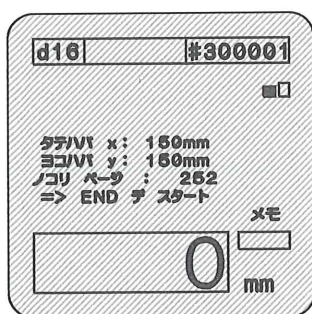

図55
- □ グリッド デ ソクテイにカーソルを合わせSTARTキーを押してください。図55が表示されます。